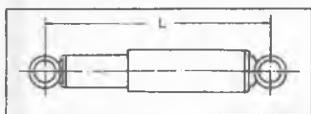

Рис. 228
RD28T устанавливаются амортизаторы, заполненные газом. Длина хода амортизатора 234 мм, максимальная длина L (Рис.228) - 619 мм. Сопротивление сжатию (растяжению), кг: на моделях Station Wagon с двигателем TB42E - 158 (63), на моделях Hardtop - 142 (67), Van и Station Wagon с двигателем RD28T - 158 (63).